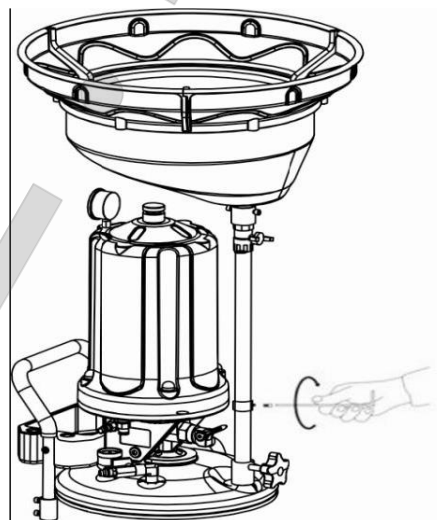

РИС. 2
- в) РИС. 2 Развернув манометр в сторону опорной рукоятки, подсоедините цилиндр к основанию емкости для масла, и когда цилиндр будет размещен надлежащим образом, закрепите его винтами. Поднимите маслосборник над цилиндром на высоту 1см во время установки цилиндра. Зафиксируйте подъемную стойку для предотвращения трения частей друг о друга.